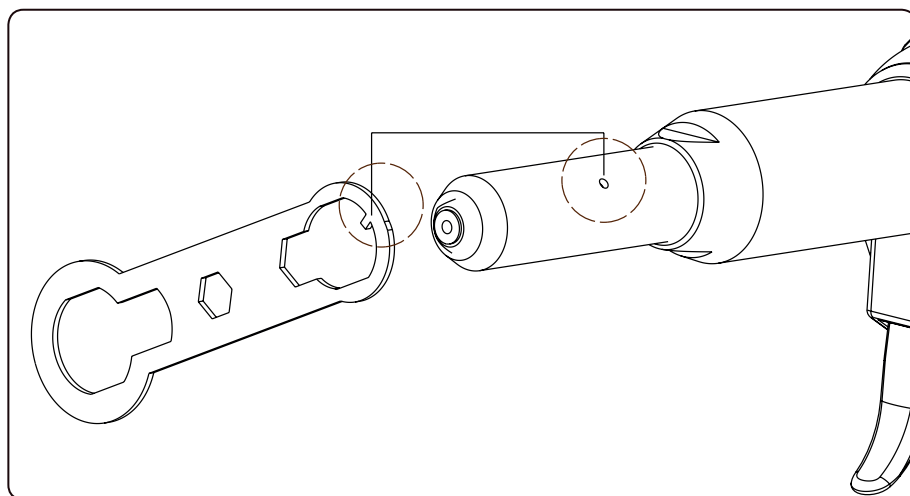

Fig.7, posizione dell'arresto della chiave nel foro del canotto
- Nel caso in cui fosse necessario accedere alle ganasce (Parte 3, Fig.8) o altre parti, svitare il canotto con la chiave in dotazione. Per poter svitare la canotto con una chiave, la sporgenza sulla chiave deve essere inserita nel foro del canotto come fermo (Fig.7). Premere e rilasciare il grilletto prima di sostituire le parti. Accertarsi che i componenti del canotto della pistola rivettatrice siano sufficientemente lubrificati, soprattutto dopo la loro sostituzione. Per la lubrificazione deve essere utilizzata vaselina per macchine.